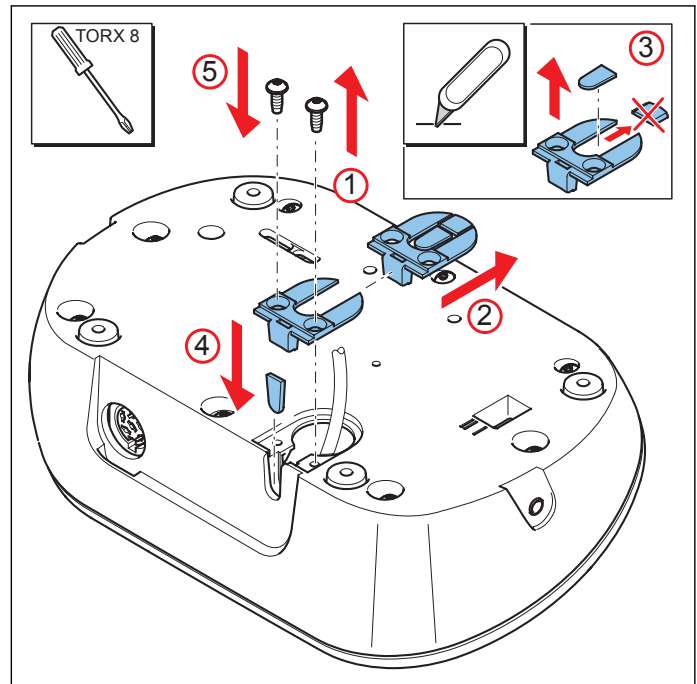

рисунок 14.13: Переместить кабель DCN
Кабель DCN можно переместить с задней стороны на нижнюю сторону дискуссионного модуля (см. рисунок 14.13).
- переместите кабель DCN к нижней части дискуссионного модуля (см. рисунок 14.13).
Вы можете переместить кабель DCN с задней на нижнюю сторону дискуссионного модуля (см. рисунок 14.13).